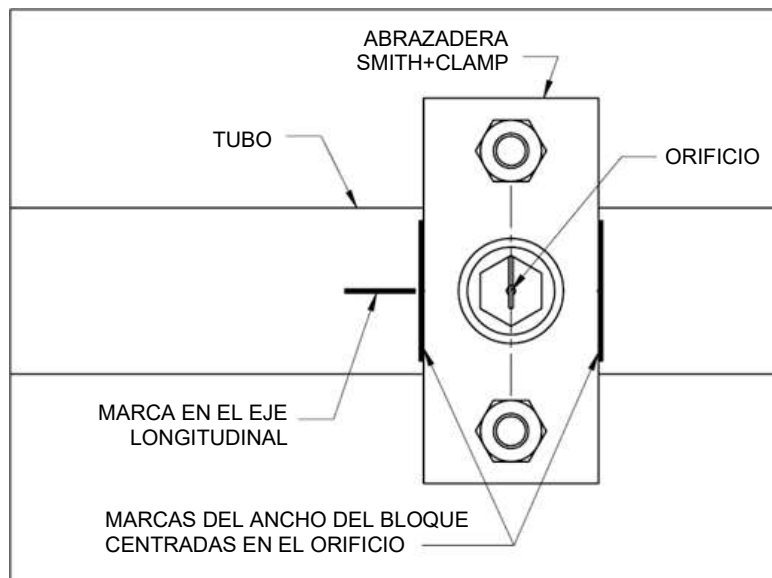

Figura 4
5. Usando la marca y la aguja guía para ubicar el orificio, deslice la abrazadera "PLIDCO Smith+Clamp" sobre la fuga hasta la ubicación aproximada del orificio, como se muestra en la Figura 4.